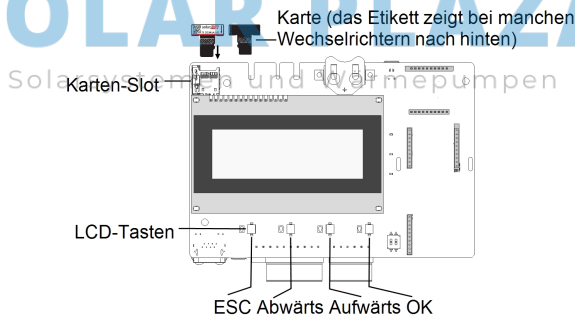

Abbildung 10: Kommunikationskarte und Aktivierungskarte
1. So führen Sie die Koppelung durch: Betätigen Sie die LCD/OK-Taste des Wechselrichters (diese befindet sich ganz rechts an der Kommunikationskarte; siehe *Abbildung 10*) und halten Sie diese **ca. 10 Sekunden lang** gedrückt. Die folgende Meldung wird angezeigt: